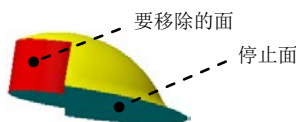

图 13.4.18 成形工具 4
Step7. 创建图 13.4.18 所示的零件特征——成形工具 4。
(1) 选择命令。选择下拉菜单 **插入(I)** → **钣金(B)** → **成形工具** 命令。
(2) 定义成形工具属性。
① 定义停止面。激活“成形工具”对话框的 **停止面** 区域, 选取图 13.4.18 所示的模型表面作为成形工具的停止面。
② 定义移除面。激活“成形工具”对话框的 **要移除的面** 区域, 选取图 13.4.18 所示的模型表面作为成形工具的移除面。
(3) 单击  按钮, 完成成形工具 4 的创建。